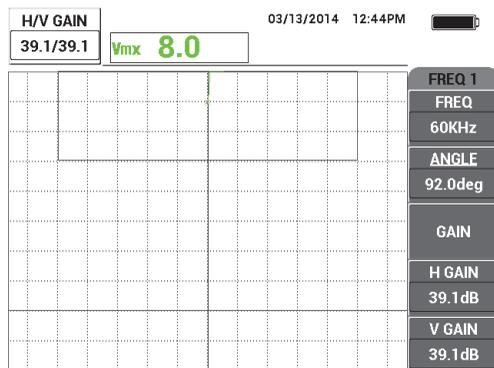

Рис. 5-87 Настройка усиления
8. Нажмите клавишу ERASE (), снова установите преобразователь на образец (в этот раз используйте большой отрыв или значение толщины покрытия; например, толщину трех визитных карточек), затем нажмите клавишу GAIN (dB) и уменьшите усиление, так чтобы динамическая точка оказалась в рабочей зоне экрана, на уровне 90 % высоты экрана (см. Рис. 5-87 на стр. 202).